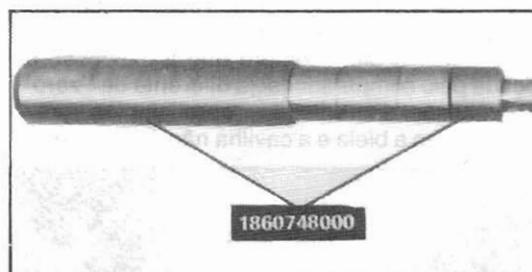

Fig.50 — Mandril para montagem das cavilhas dos êmbolos no torno.
Montar a cavilha do êmbolo no mandril específico "ref. 1 860 748 000" (fig.50).